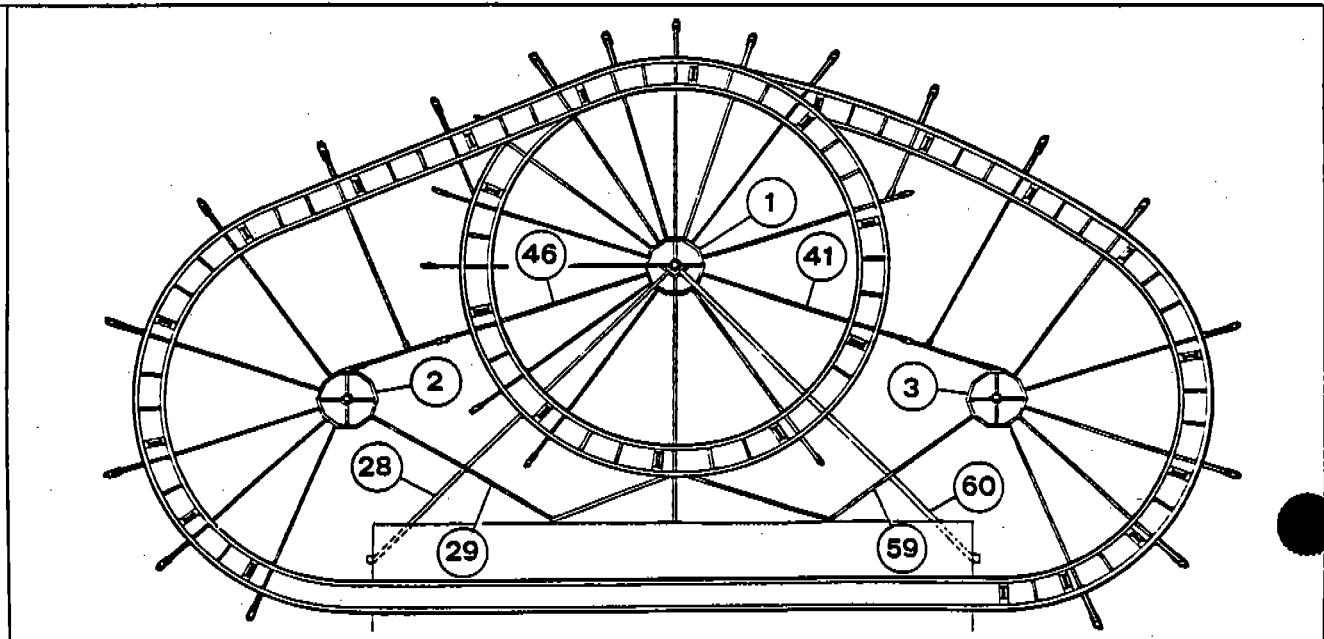
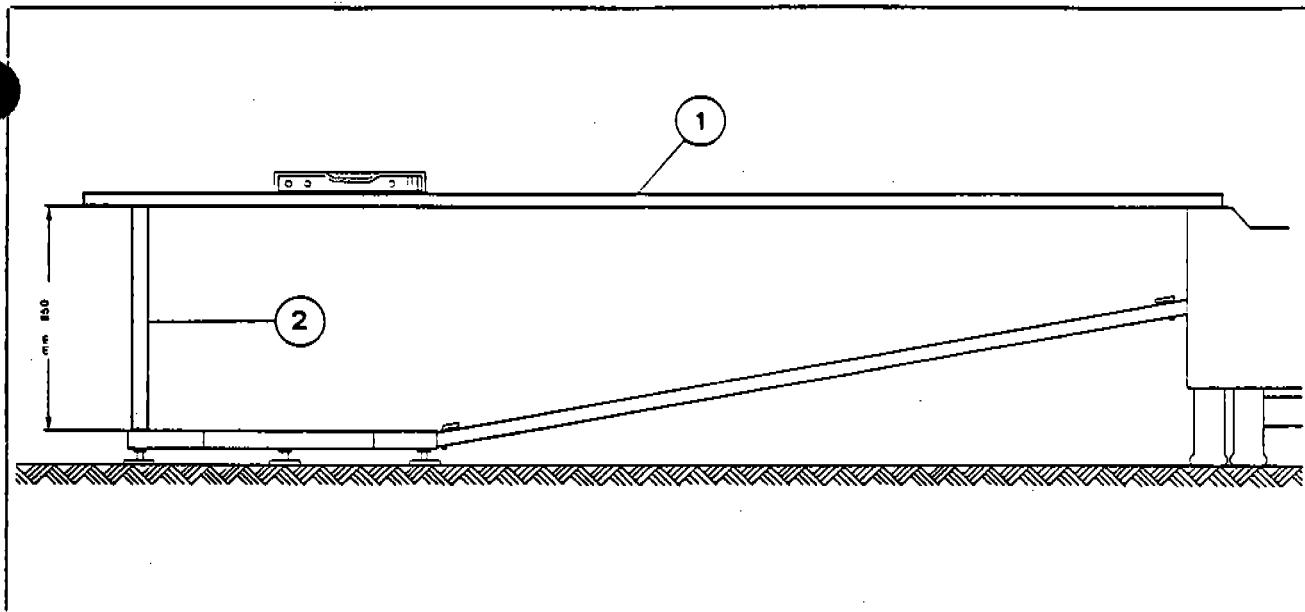

Fig. 18
Fig. 19
- a) Posizionare il centro (1-Fig. 18) servendosi dei tiranti (28-60-Fig. 18), rispettando i contrassegni alle estremità.
- b) Level the center (Fig. 18-1) with the bars (Fig. 19, 1 and 2) or in case of flat ground, just position it at the right height.
- b) Livellare il centro (1-Fig. 18) con tirante (1-Fig. 19) e distanziale (2-Fig. 19) in dotazione. Oppure senza distanziale, rispettando però la quota indicata mm. 950.
- c) Position the other two center pieces (Fig. 18, 2 and 3) with the rods (Fig. 18 # 29, 46, 41 and 59).
- c) Posizionare i centri (2-3-Fig. 18) e collegarli tra di loro con i tiranti (29-46-41-59-Fig. 18).
- d) Check the leveling, positioning the level on the rods (Fig. 18 # 41 and 46).
- d) Controllare il livellamento tra i centri, posizionando la bolla sui tiranti (46-41-Fig. 18). Se necessario, agire sui piedini registrabili.
- e) Layout all rods (Fig. 18) securing them with pins and safety clips (be sure number and marks match).
- e) Posizionare tutti i tiranti di base (Fig. 18), inserendo le relative spine e copiglie. Fare attenzione che i contrassegni riportati sul centro e sull'estremità tirante corrispondano. Controllare il livellamento con bolla. Se necessario agire sui piedini registrabili.